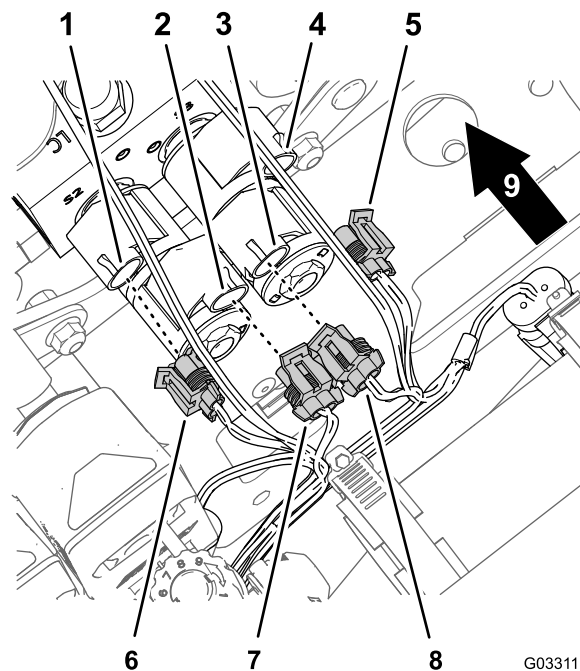

Figura 17
3. Scollegate il connettore a 2 prese del cablaggio preassemblato per il kit di finitura Sonic Boom (Figura 17) dal connettore a 2 pin dei solenoidi del collettore del cilindro di sollevamento nel modo seguente: